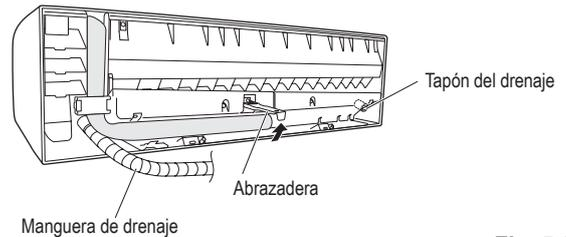

Fig. 5-29
- (a) Localizar la manguera y el tapón del drenaje (Fig. 5-29)
- (b) Sacar el tornillo de sujeción de la manguera de drenaje a la derecha y tirar de la manguera para extraerla. (Fig. 5-29)